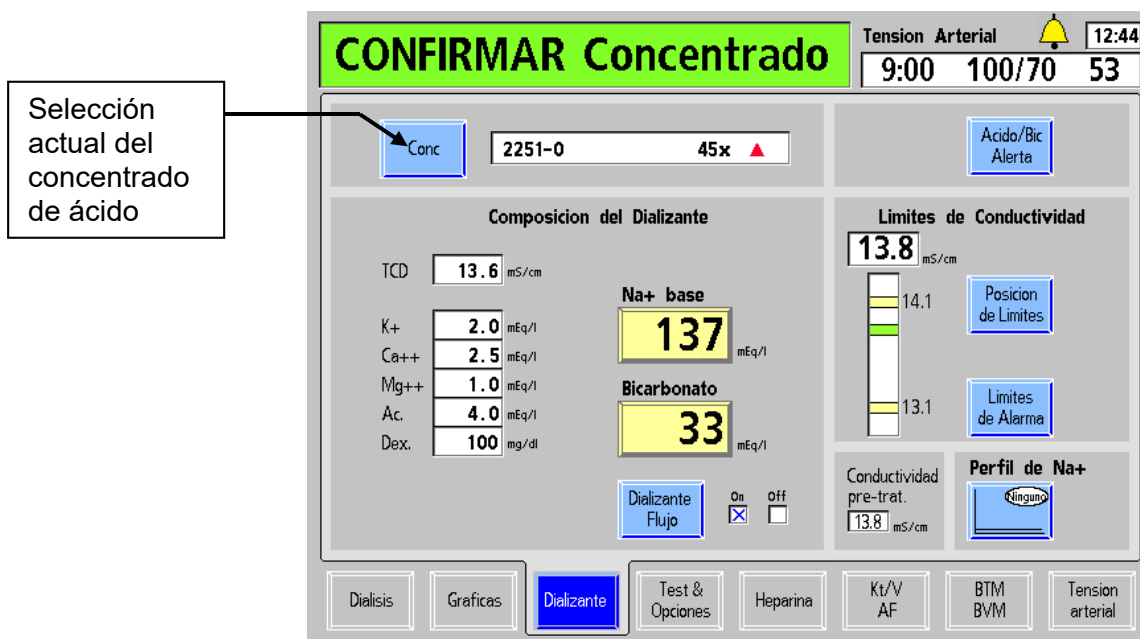

Figura 23 – Confirmar concentrado en la pantalla “Dializante” (versión funcional de software 2.72 o superior)
4. Si se está preparando la máquina para la diálisis normal, seleccione en la pantalla de visualización el botón **Diálisis** resaltándolo con el panel táctil y presionandola tecla **CONFIRM**. La pantalla “Dializante” aparecerá en el monitor (vea Figura 23). (Se puede utilizar la pantalla táctil opcional tocando el botón **Diálisis** directamente).